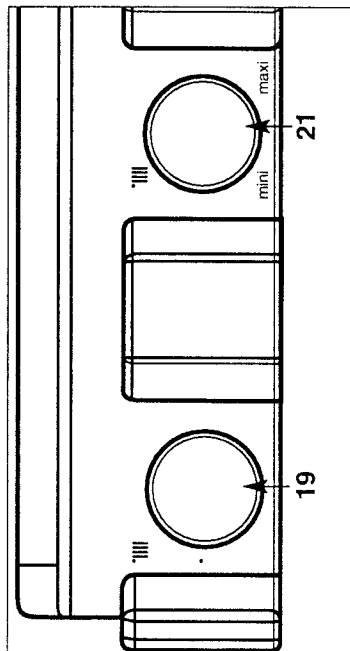
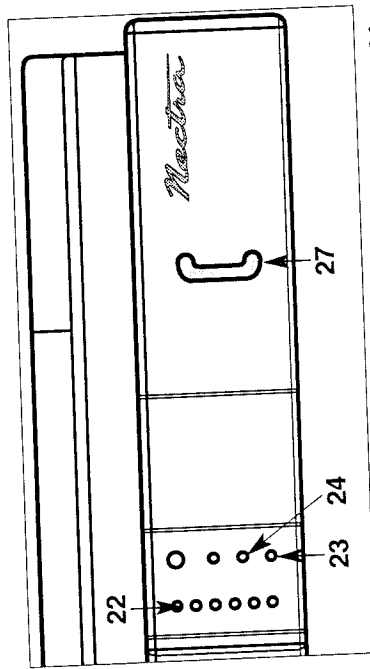

Fig. 23
Fig. 24
- Placez le commutateur "19" (fig. 23) en position « III », le voyant vert "23" est allumé ; le voyant orange "24" (fig. 24) s'allume chaque fois que le brûleur entre en fonction.
Le bouton de réglage du chauffage "21" « III » (fig. 23) donne la possibilité d'ajuster la température de l'eau du circuit de chauffage en fonction des besoins saisonniers.
L'indicateur "22" (fig. 24) affiche cette température.
- Placez le commutateur "19" en position arrêt « ● », ceci entraîne l'extinction du voyant vert "23" (fig. 24).